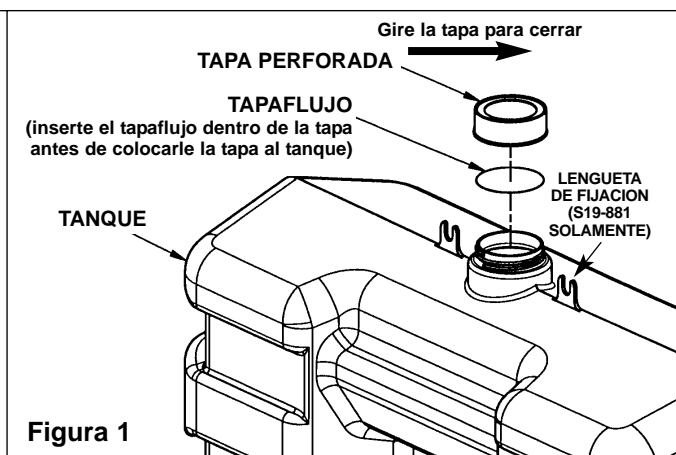

Figura 1
4. Inserte un tapaflujo en la tapa perforada y colóquela la tapa a la parte superior del tanque del lavador de ojos (asegúrese que la tapa esté bien cerrada) (vea Figura 1).
- S19-881 SOLAMENTE: Asegúrese de que las lengüetas de fijación se encuentren en la parte del frente del pedestal (vea Figura 1). Suba la palanca hasta cuando se coloque en posición vertical (esto liberará la apretadora automáticamente).